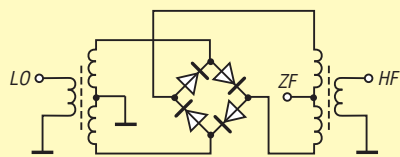

Bild 10: Innenschaltung eines Ringmischers TUF-1
Bei der Schaltung in Bild 10 handelt es sich nicht um eine Graetz-Gleichrichterschaltung, da die Dioden im Ring umlaufend angeordnet sind. Zusammen mit den beiden Übertragern bilden sie die typische Ringmischerschaltung mit den Anschlüssen für den Lokaloszillator (LO), das HF-Eingangssignal (HF) und die Zwischenfrequenz (ZF).